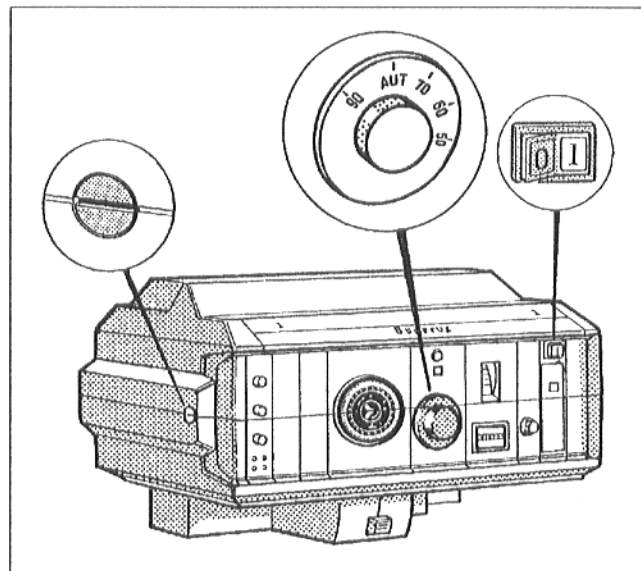
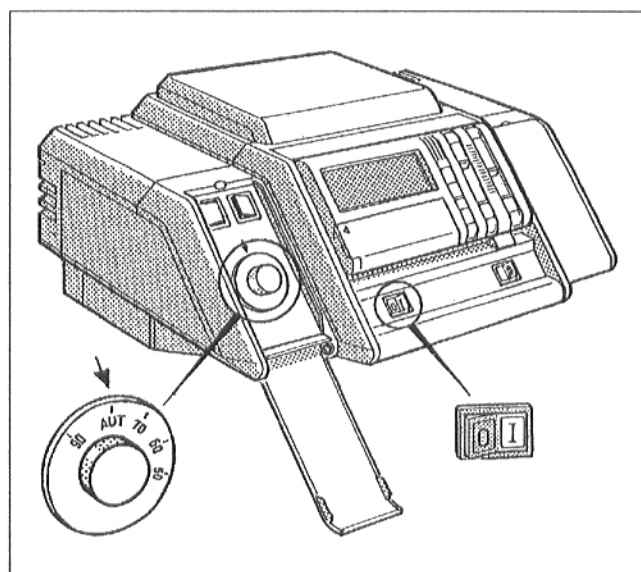

Fig. 4: Sistemul de reglare 3000
Fig. 5: Sistemul de reglare 4000
- La sistemul de reglare 3000: Se aduce în poziție orizontală capul de șurub al capacului transpar-ent al aparatului de reglare (Fig. 4), de exemplu cu o monedă. Se scoate prin față capacul de acoperire transparent.
- Se fixează comutatorul de pornire (Fig. 4 re-spectiv Fig. 5) în poziția I (ON).
- La sistemul de reglare 4000: Se deschide capa-cul de acoperire din partea stângă a aparatului de reglare (Fig. 5).
- Se fixează regulatorul de temperatură a apei în cazan (Fig. 4 respectiv Fig. 5) pe poziția "AUT". Se fixează la temperatura dorită fără "reglaj eco-matic".
- Se fixează comutatorul de pornire (Fig. 4 respec-tiv Fig. 5) în poziția 0 (OFF).